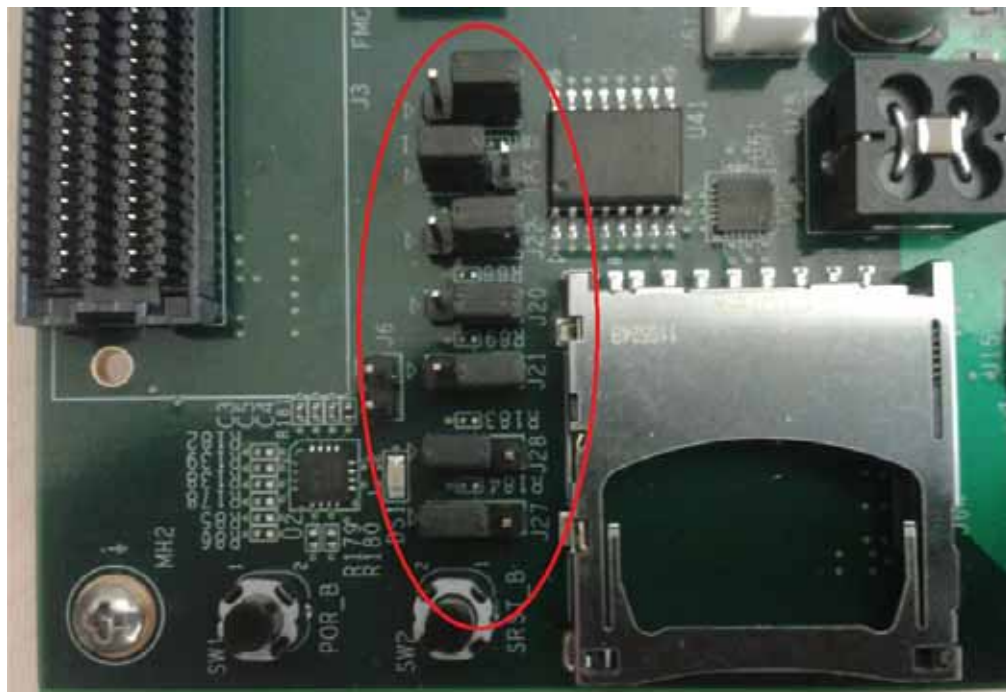

図 5-4 : QSPI フラッシュから Linux をブートする際に必要なジャンパーの設定
1. QSPI フラッシュのプログラム後、ボードのジャンパーを 図 5-4 のように設定します。ジャンパー (J20、J21、J22、J25、J26、J27、J28) の設定が必要です。